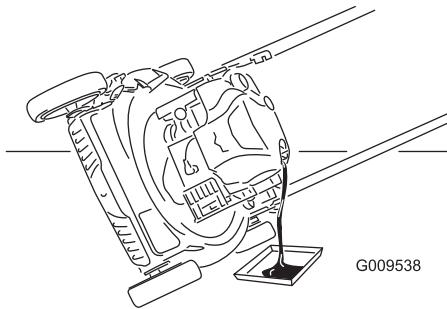

Figure 26
- Basculez la machine sur le côté, tube de remplissage en bas, pour vidanger l'huile usagée dans le bac de vidange par le tube de remplissage (Figure 26).